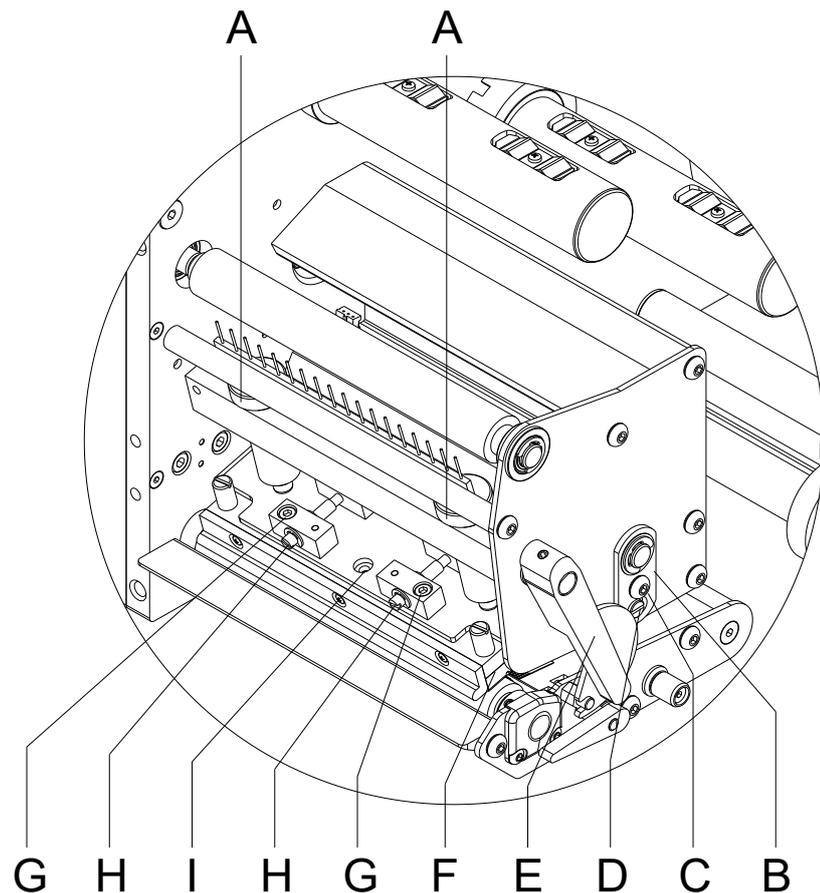

Abbildung 18
Falls nach Einstellen der Parallelität kein gleichmäßig starker Druck über die gesamte Druckbreite vorliegt, kann mit dem Stellblech (B, Abbildung 18) ein Ausgleich geschaffen werden.
1. Schraube (C, Abbildung 18) ca. $\frac{1}{4}$ Umdrehung lösen.
2. Exzenterbolzen (D, Abbildung 18) drehen, um einen Druckausgleich zu schaffen und solange nachstellen, bis ein gleichmäßiges Druckbild vorliegt.
3. Schraube (C, Abbildung 18) wieder anziehen.
Der Kopfandruck kann mit den Schrauben (A, Abbildung 18) an der Innen- bzw. Außenseite des Druckkopfes verändert werden. Eine Erhöhung des Kopfandrucks führt auf der entsprechenden Seite zu einer Verbesserung der Druckbildschwärzung und zu einer Verschiebung des Bandlaufs in die entsprechende Richtung.
1. Andruckschrauben (A, Abbildung 18) drehen, um den Druckkopfandruck zu verändern.
2. Drehen der Andruckschrauben (A, Abbildung 18) bis an den Anschlag im Uhrzeigersinn ergibt eine Andruckerhöhung von 10N gegenüber der Werkseinstellung.
3. Drehen der Andruckschrauben (A, Abbildung 18) genau eine Umdrehung vom Rechtsanschlag gegen den Uhrzeigersinn, ergibt die Werkseinstellung.